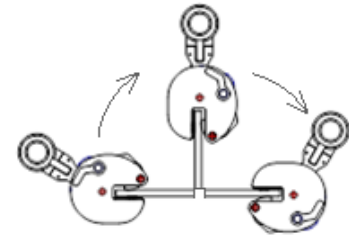

Figure 8
- Si la pince est utilisée pour tourner/retourner délicatement la plaque (figure 8), le coin le plus bas doit être en contact avec une surface ferme. Tenez compte du fait que la plaque peut glisser